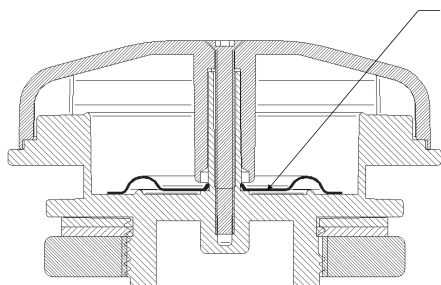

Fig. 10
4. Faites glisser avec précaution la membrane vers le bas de l'embout, jusqu'à ce qu'elle repose sur le corps de la soupape. Assurez-vous que le diaphragme est correctement orienté avec le côté strié le plus haut (Fig. 10).